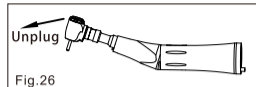

Fig.26
- 2) Trekk ut hodet og tannakselenheten (Fig. 26).